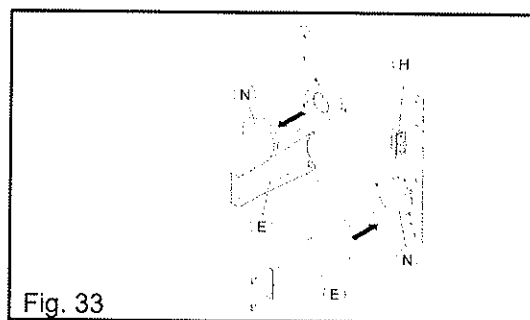
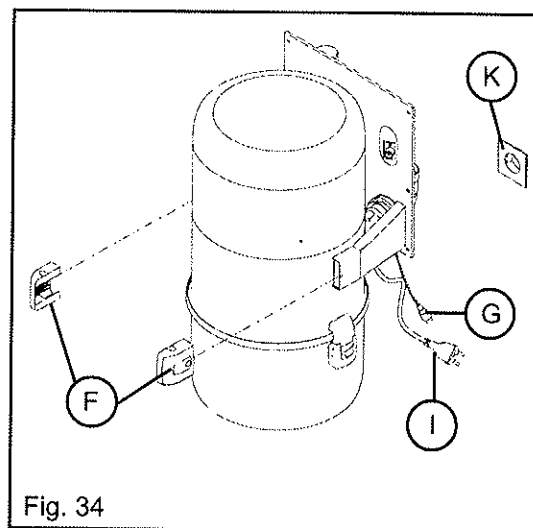

Fig. 33
Fig. 34
Fäst centralenhetens konsoler (E) vid väggstativets skiva [fig. 33]. Dra åt skruvarna ordentligt. Ta bort skyddspropparna (N) i sug- och utblåsningsrören.
Fixera centralenheten i konsolerna med ändpropparna [(F); fig. 34].
Lågspänningsstickproppen (G) från centralenheten [fig. 34] kopplas här efter i kontakten [(H); fig. 33] i väggstativet, och nätsladden (I) i eluttaget (K). Kontrollera att enheten fungerar. Centralenhetens funktion kan kontrolleras genom att man kortsluter startkretsen i lågspänningkontakten (G) med en bit elledning.